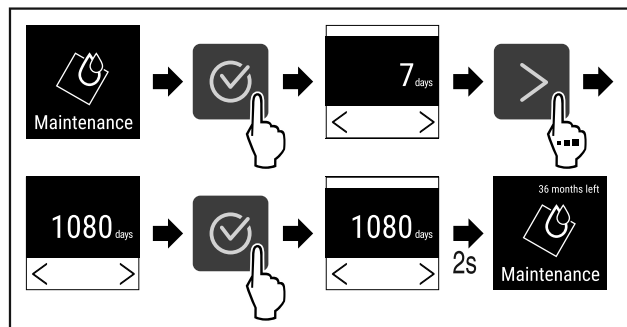

Fig. 75
- ▶ Eseguire i passi (vedere Fig. 75) .